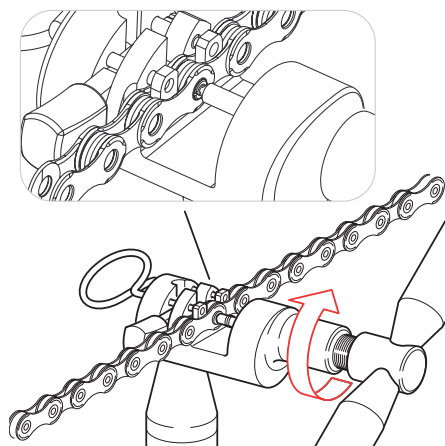

Fig.21
- Avvitare l'utensile portando lo spintore a contatto con l'estremità sporgente della bussola **ULTRA-LINK 5-CN-RE500 (11s) / 5-CN-SR600 (12s)** eseguendo circa 3/4 di giro imprimete una forza moderata sulla stessa fino a deformarla (Fig. 21).